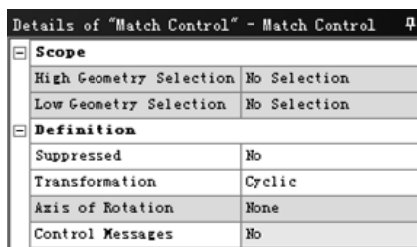

图 4.3.39 “Details of ‘Match Control’ - Match Control”对话框
- 在网格专有划分平台的“Outline”窗口中右击  Mesh，在弹出的快捷菜单中选择 **Insert**   Match Control 命令，弹出图 4.3.39 所示的“Details of ‘Match Control’ - Match Control”对话框，用于匹配控制。